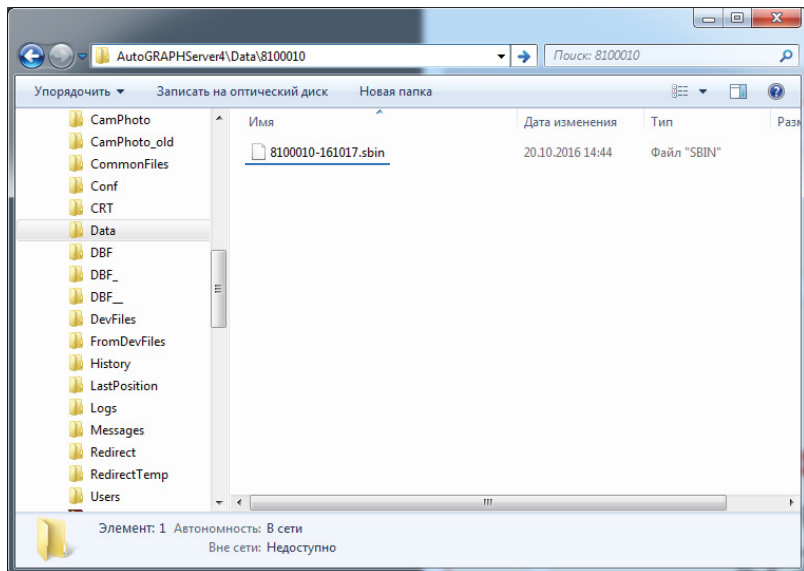

Рис.6. Данные метки 8100010 на сервере «АвтоГРАФ».
- В Data-папке метки «TK-MARKER-BT» на сервере создается стандартный файл с данными формата .sbin, в который записываются координаты бортового контроллера «АвтоГРАФ» в точках считывания идентификатора метки (Рис.6). Т.е. результирующий файл содержит примерные координаты объекта, на котором установлена метка, записанные с периодом рассылки идентификатора, заданным в этой метке.